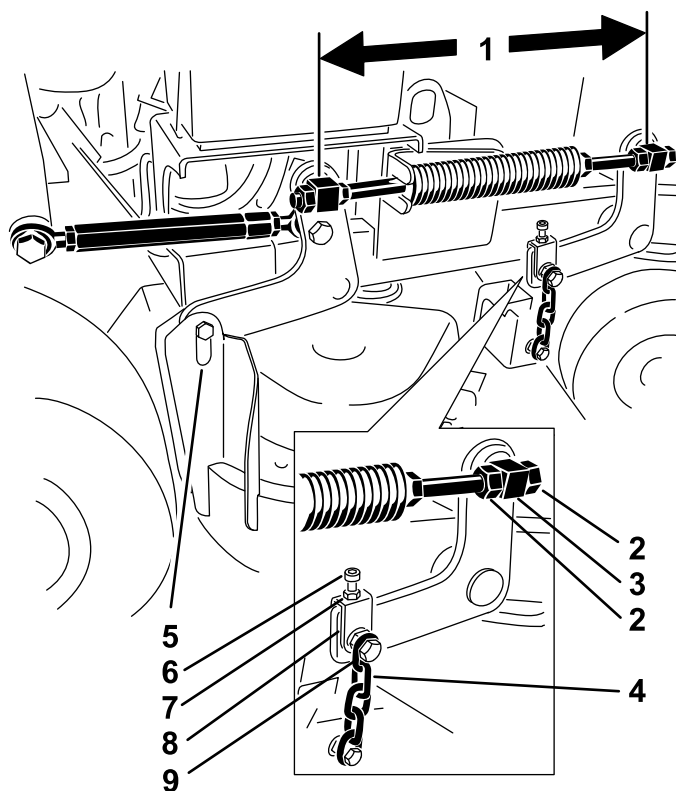

Figura 78
1. Verifique a distância entre as articulações, meça no centro das articulações (comprimento centro a centro) em cada barra roscada (Figura 78).
2. Desaperte as porcas de retenção da articulação frontal (Figura 78).
4. Aperte as porcas de retenção da articulação frontal (Figura 78).
4. Desaperte as porcas de bloqueio nas articulações frontais esquerda e direita (Figura 78).
6. Aperte as porcas de bloqueio nas articulações frontais esquerda e direita (Figura 78).
4. Desaperte as porcas de bloqueio da articulação frontal esquerda (Figura 78).
- Aperte as porcas de bloqueio da articulação frontal esquerda (Figura 78).
- Desaperte os parafusos da corrente superiores (Figura 78).
- Desaperte as porcas de bloqueio em cada forquilha (Figura 78).
- Aperte as porcas de bloqueio e os parafusos da corrente superiores (Figura 78).